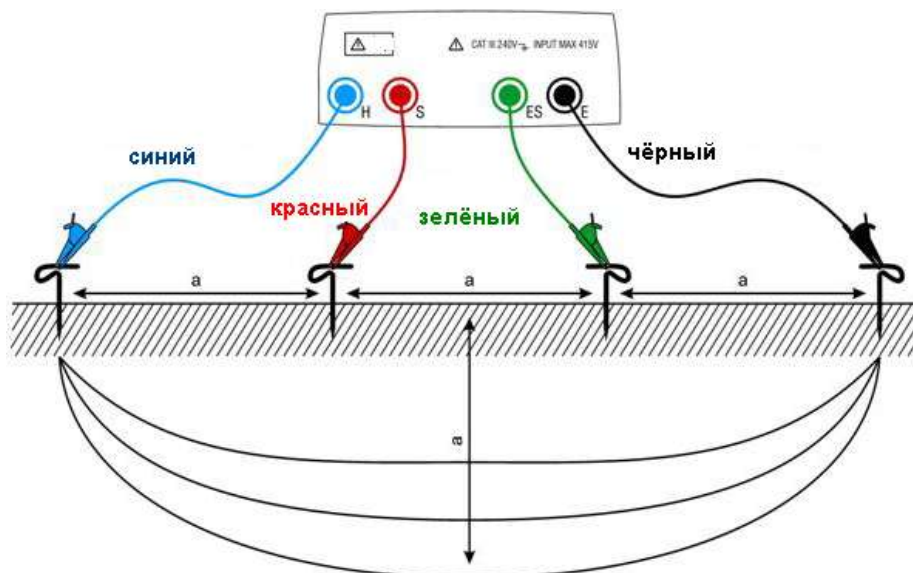

Рис.5 Подключение прибора для измерения удельного сопротивления почвы ρ (ground resistivity)
Установите четыре электрода заземления из комплекта прибора в землю, **рис. 5**, на одинаковом расстоянии «**a**» друг от друга (обычно «**a**» принимают равным 1-3 м). Расстояние «**a**» между электродами определяется предполагаемой величиной заглубления элементов использованных при сооружении контура заземления. Если
9. Подсоедините зажимы «крокодил» к заземлителям, как показано на **рис.5**.